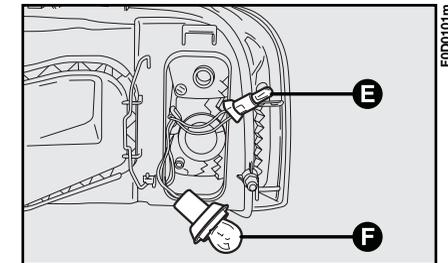

Abb. 17
4) Die Lampe **E, Abb. 17** herausnehmen;
- 4) Die Lampe **F**, **Abb. 17** unter leichtem Druck und Drehung entgegen dem Uhrzeigersinn herausnehmen;